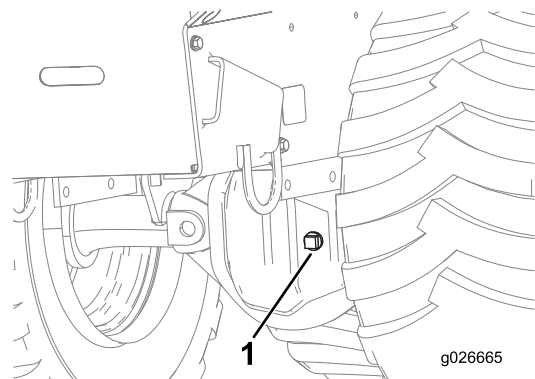

Figure 34
2. Retirez le bouchon de remplissage sur l'un des différentiels de pont (Figure 34).